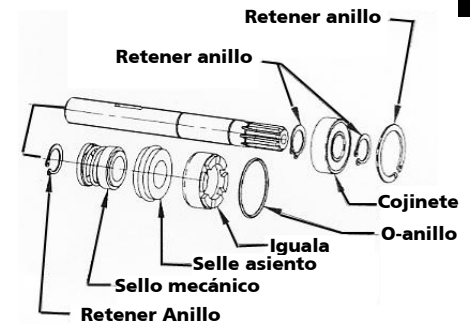

Figura 9- Túnel y Sella la Asamblea
5. Luz con una presión moderada, pulse sello de cerámica y medio firmemente sellar perfectamente en la cavidad (Ver Figura 9). Si no sello no se asienta correctamente, quitar Poner cara del sello hasta el banco. Vuelva a limpiar la cavidad. Sellar correctamente deberías asiento ahora. Si el asiento del sello no correctamente Efectiva volver a limpiar la cavidad, coloque una arandela de cartón sobre la superficie del sello pulido y cuidado, presione en posición utilizando una pieza estándar de 3/4 " (19 mm) la cañería como una prensa.